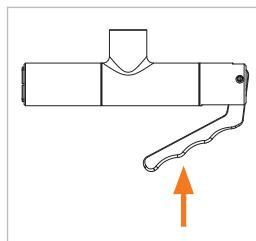

Figure 5
- ▶ Actionnez le levier à main (Pos. 2) (*Figure 5*). Les mâchoires de serrage s'ouvrent.